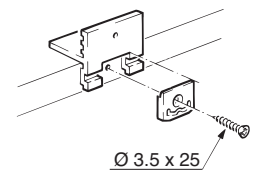

図 3-3-6
- (3) これ以外の下穴を開けた部分の全部に、レール固定パーツ⑩を、治具⑪を使って、図 3-3-6 のようにねじで取り付けてください。